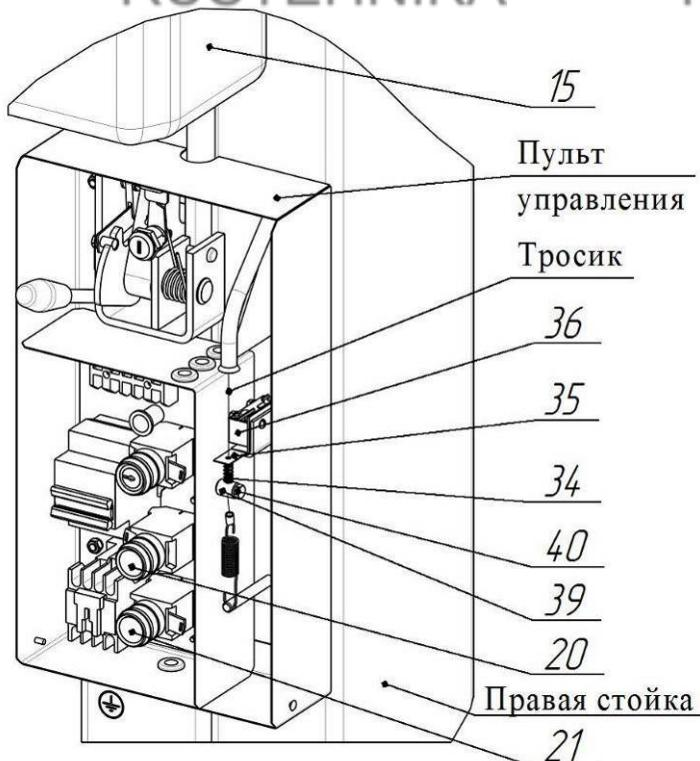

Рисунок 6.6 – Система автоматического отключения насосной станции при достижении каретки крайнего верхнего положения
6.12.1 Система автоматического отключения привода насосной станции 15 при достижении нижней части каретки 4 крайнего верхнего положения (-1745 мм от основания стойки) установлена и отрегулирована на предприятии-изготовителе (рисунок 6.6).